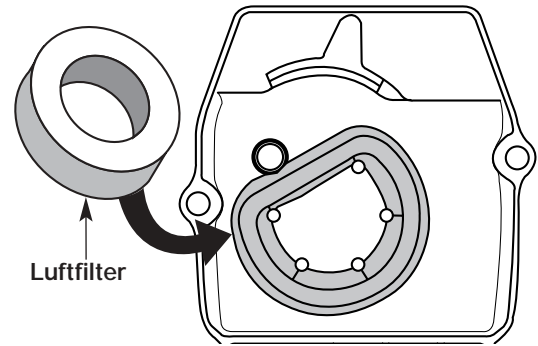

Abb. 22
2. Den Luftfilter auf der hinteren Seite des Gehäuses des Luftfilters/Abgasrohrs entfernen (Abb. 22).
6. Den Luftfilter in das Gehäuse des Luftfilters/Abgasrohrs wieder einsetzen (Abb. 22).